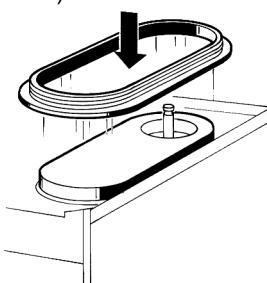

Bild 8
**4** Behälterdichtung auf den Verdampfer aufsetzen. Achtung! die dicke Seite der Dichtung zeigt dabei nach unten zur Tawasserschale (Bild 8).